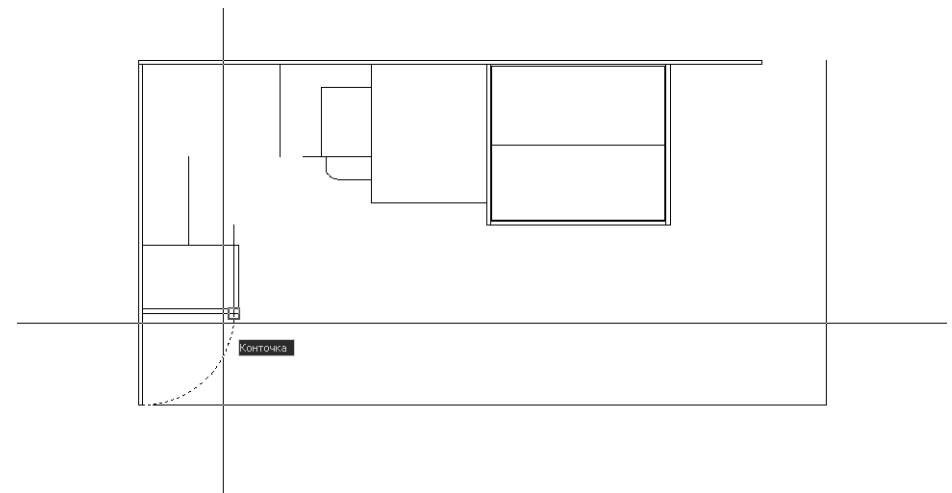

Рис. 4.50 ▼ Выбор конечной точки дуги в качестве базовой точки для копирования
- Щелкните на кнопке  **Копировать** (Copy) панели инструментов **Изменить** (Modify), выберите из меню команду **Изменить** ⇒ **Копирование свойств** (Modify ⇒ Copy) либо введите в командном окне команду **Копировать** (COPY) или просто **кп** (CP). AutoCAD в командном окне предложит выбрать объекты, подлежащие копированию. Выберите созданную на предыдущем этапе дугу и нажмите **Enter**.
- В командной строке появится приглашение **Базовая точка или [Перемещение] <Перемещение>**: (Specify base point or [Displacement] <Displacement>:). Включите режим привязки **Конточка** (Endpoint) и выберите точку, показанную на рис. 4.50. (Если вы затрудняетесь правильно выбрать точку, увеличьте соответствующий фрагмент чертежа, щелкнув на кнопке **Окно зумирования** (Zoom Window) панели инструментов **Standard**.)